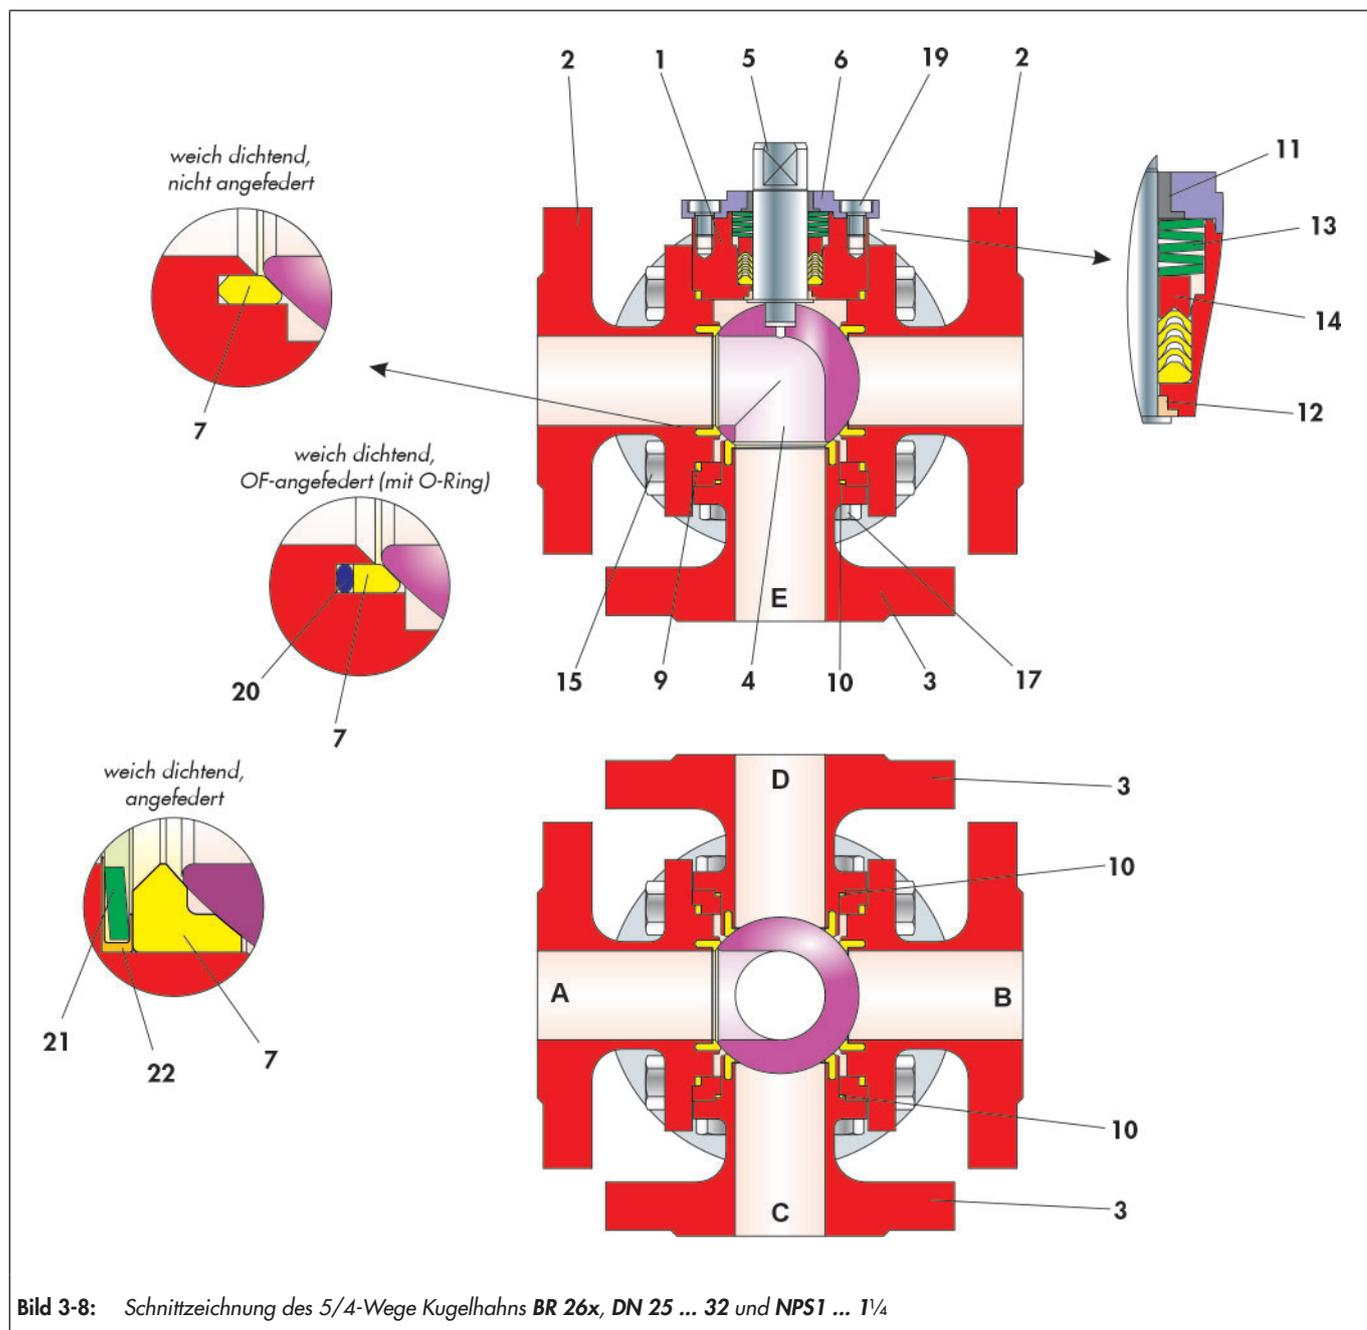

Bild 3-8: Schnittzeichnung des 5/4-Wege Kugelhahns BR 26x, DN 25 ... 32 und NPS1 ... 1¼
– Abhängig von der Ausführung können Stiftschrauben (15) mit Muttern (16) oder Schrauben (15) verbaut sein
- ⇒ Lagerbuchse (12) von innen in die entsprechende Stelle des Grundgehäuses (1) eindrücken.
- ⇒ Schaltwelle (5) durch die montierte Lagerbuchse (12) in das Gehäuse einschieben. Dabei die Schaltwelle auf Gängigkeit prüfen.
- ⇒ Dachmanschettenpackung (14) mit einer leicht drehenden Bewegung über die montierte Schaltwelle (5) schieben und in die Packungsaufnahme des Grundgehäuses (1) einlegen. Anordnung der V-Manschetten vgl. Bild 3-8.
- ⇒ Tellerfedersatz (13) auf die Dachmanschettenpackung (14) legen. Anordnung der Tellerfedern vgl. Bild 3-8.
- ⇒ Lagerbuchse (11) in den Stopfbuchsflansch (6) eindrücken.
- ⇒ Stopfbuchsflansch (6) über die Schaltwelle (5) auf das Grundgehäuse (1) aufsetzen.
- ⇒ Schrauben (19) leicht einfetten.
- ⇒ Stopfbuchsflansch mit den Schrauben (19) justieren.